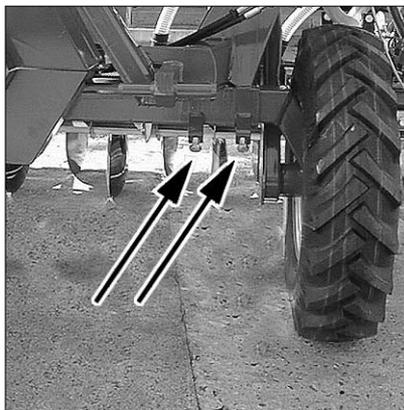

Рис. 5–1
2. Ослабить зажимные винты (рис. 5–1).